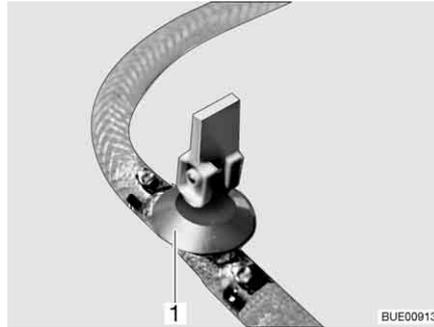
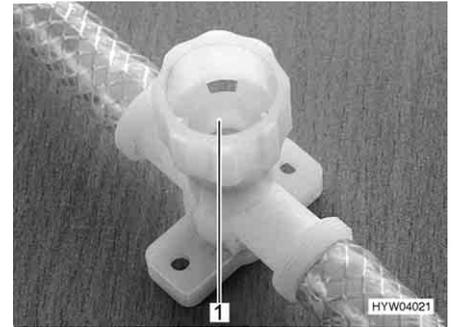

Fig. 185 Llave de desagüe (con balancín)
Fig. 186 Llave de desagüe (con tapa giratoria)
- Cerrar todas las llaves de desagüe. Para esto, poner el balancín de la llave de desagüe (Fig. 185,1) en posición horizontal o girar la tapa de la llave de desagüe (Fig. 186,1) en el sentido de las agujas del reloj.